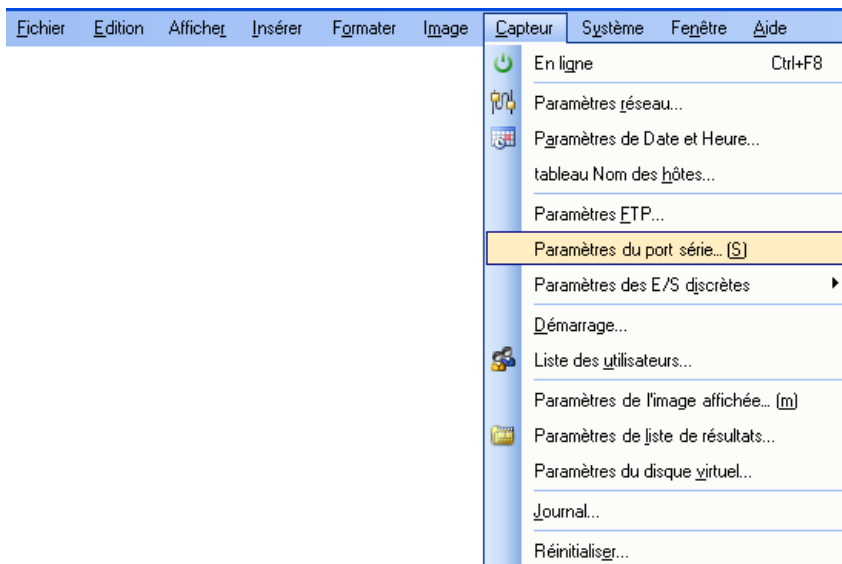

Figure A-3 : Accès aux paramètres du port série
3. Dans le menu Capteur (Figure A-3), sélectionnez le sous-menu Paramètres du port série.